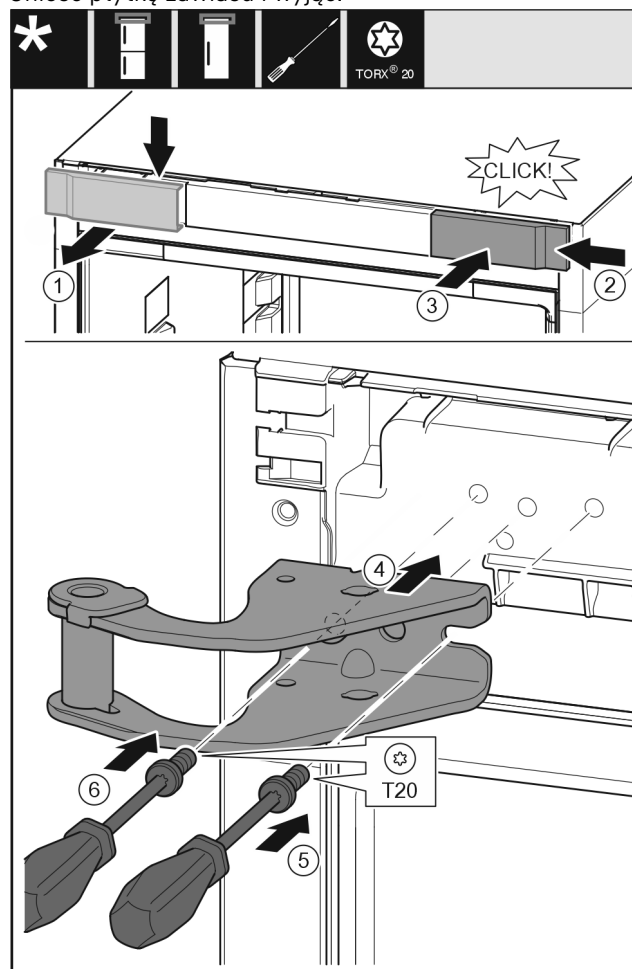

Fig. 9
- ▶ Wyjąć osłonę od góry do przodu. Fig. 9 (1)
- ▶ Osłonę obróconą o 180° założyć z drugiej strony od prawej. Fig. 9 (2)
- ▶ Zazębnić osłonę. Fig. 9 (3)
- ▶ Założyć górną płytkę zawiasu. Fig. 9 (4)
- ▶ Śrubę założyć przy pomocy śrubokręta T20 i mocno dokręcić. Fig. 9 (5)
- ▶ Śrubę założyć przy pomocy śrubokręta T20 i mocno dokręcić. Fig. 9 (6)